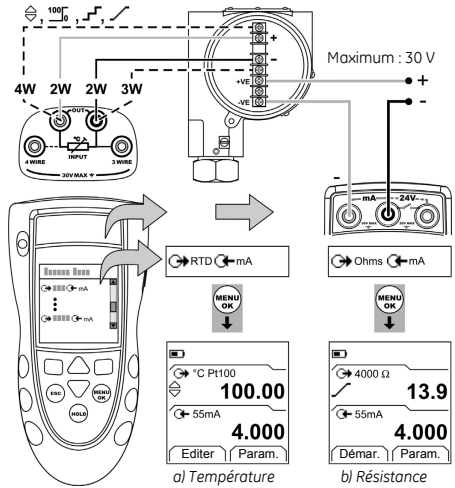

Figure 3 : Exemple de configuration - Étalonnage de transmetteur avec boucle d'alimentation externe
1. Connecter l'instrument (Figure 3/4) et, si nécessaire, régler la Configuration (Tableau 1).